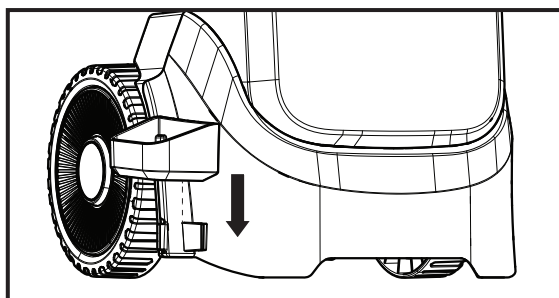

Fig. 1b
2. Apăsăți în jos pentru a alinia cu canelura în formă de U din partea inferioară a carcusei. (fig. 1b)